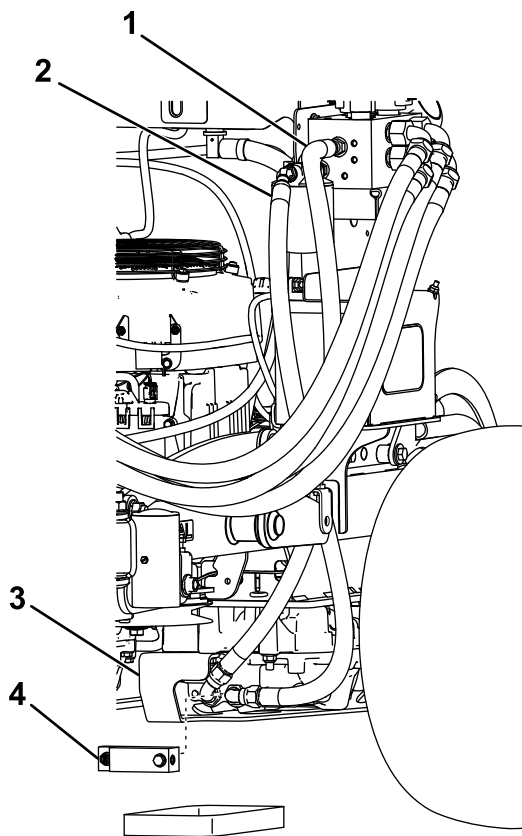
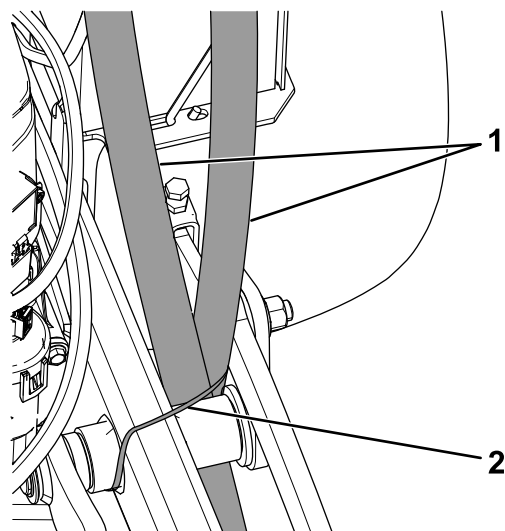

Figura 12
Figura 13
4. Coloque un recipiente de vaciado debajo del bloque distribuidor de la transmisión hidrostática izquierda (Figura 12).
5. Retire el distribuidor (Figura 12).
6. Enrute la manguera del filtro entre el brazo de elevación y el bastidor (Figura 13), y conéctela al orificio exterior de la transmisión hidrostática (Figura 12).
7. Enrute el extremo libre de la manguera del orificio P del distribuidor entre el brazo de elevación y el bastidor (Figura 13), y conéctelo al orificio interior de la transmisión hidrostática (Figura 12).
8. Sujete las mangueras al bastidor con una brida (Figura 13).